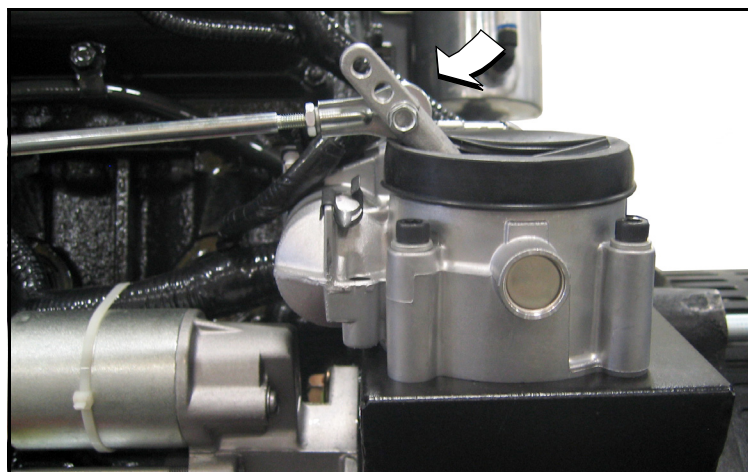

Figure 5-16. Lubrification des extrémités de la tige du régulateur
1. Lubrifiez les deux extrémités de la tige avec du silicone en vaporisateur. Voir Figure 5-16.